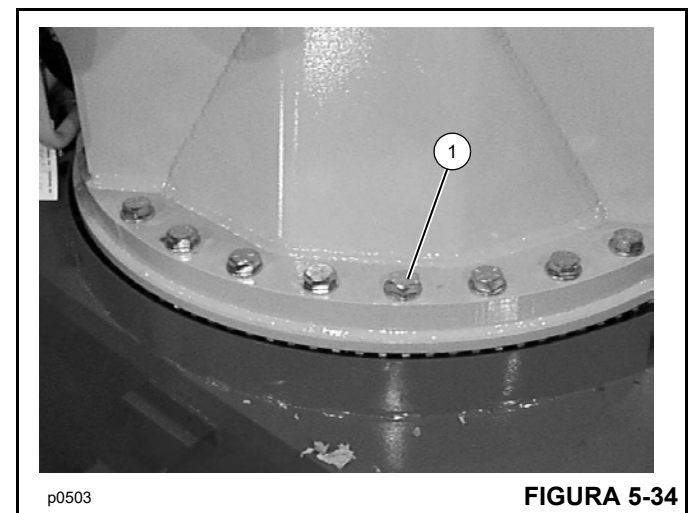

FIGURA 5-34
Apriete los veintiséis (26) pernos de montaje de 7/8 pulg del mástil (1, Figura 5-34) a 619 Nm (455 lb-pie). Apriete cada perno en forma entrecruzada.